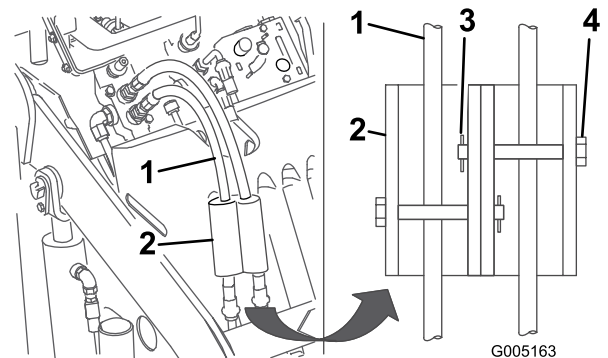

Figure 17
7. Montez les dispositifs de blocage sur les flexibles hydrauliques, et fixez-les en position à l'aide des axes de chape et des goupilles fendues (Figure 17).